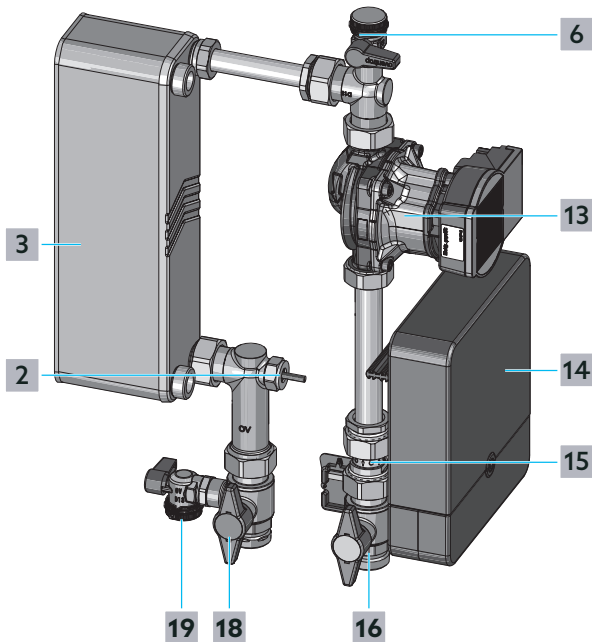

Abb. 20: Speicherkreis Befüllen und Entlüften
- 1 Öffnen Sie langsam den Absperrkugelhahn Vorlauf Speicherkreis (siehe Position **18** in Abb. 20 auf Seite 28 und in Abb. 1 auf Seite 11).
- 2 Schrauben Sie die Verschlusskappe des KFE-Kugelhahns Speicherkreis Rücklauf ab (siehe Position **6** in Abb. 20 auf Seite 28 und in Abb. 1 auf Seite 11).
- 7 Öffnen Sie langsam den Absperrkugelhahn Rücklauf Speicherkreis (siehe Position **16** in Abb. 20 auf Seite 28 und in Abb. 1 auf Seite 11).